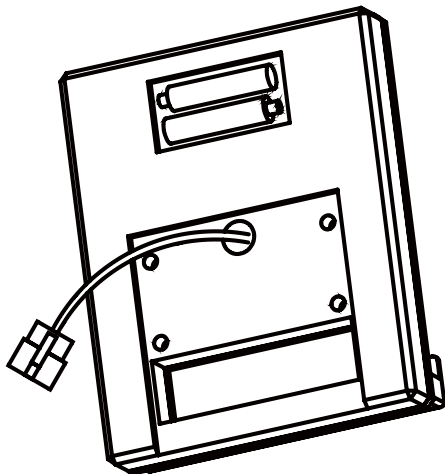

Figure 13
13. Pour remplacer la pile, retirez le cache à l'arrière du chronomètre électronique et effectuez le remplacement. Comme illustré sur la Figure 13.